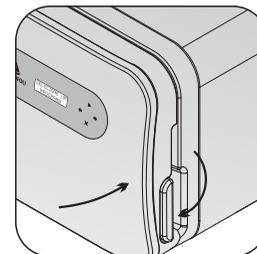

Fig.7
- e▶ Cierre la puerta del autoclave presionándola contra la cámara (recipiente de presión) y mueva el cerrojo totalmente para abajo hasta el final de curso (figs. 7 y 8).